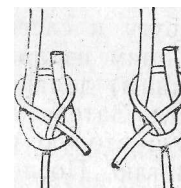
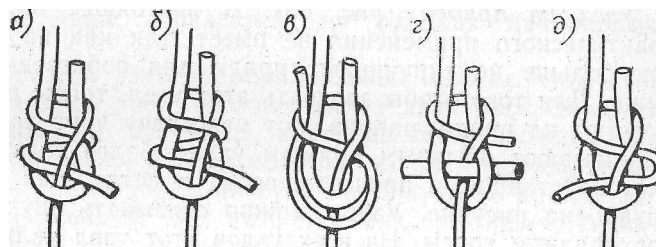

Рис. 56. Шкотовый узел.
Рис. 57. Двойные шкотовые узлы.
**Шкотовые узлы.** Применяют при связывании толстых тросов, а иногда и более тонких снастей. Чтобы узел был надежным, его связывают в определенном направлении, а именно так, чтобы концы обоих тросов были с одной стороны (рис. 56). Чтобы развязать шкотовый узел, его надо согнуть, а затем потянуть вниз петлю. Если узлом связывают два троса разной толщины, то петлю делают на более толстом, а шлаг накладывают более тонким. Впрочем, принципиальной разницы нет. Узел может быть сделан двумя различными способами (рис. 57) и дополнен клевантом или концом, загнутым петлей. Он легко связывается, никогда не затягивается и всегда легко развязывается. Для тросов с большой разницей в диаметре предпочтительнее применять узлы *а*, *б*. Узел, завязанный на таких тросах, можно дополнить наложением нескольких (трех — пяти) шлагов более тонким линем вокруг петли толстого троса. Узел *в* — обычный шкотовый узел, законченный, как показано на рисунке. Это надежный узел, который лучше всего применять при буксировке, волочении по суше или при другом движении. В таких случаях петлю узла поворачивают в направлении движения, чтобы она тащила концы тросов за собой.